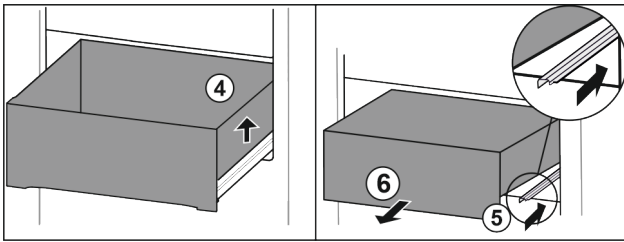

Fig. 91
- ▶ Lade rechts optillen. Fig. 91 (4)
- ▶ Rechter rail erin schuiven. Fig. 91 (5)
- ▶ Lade naar voren toe verwijderen. Fig. 91 (6)